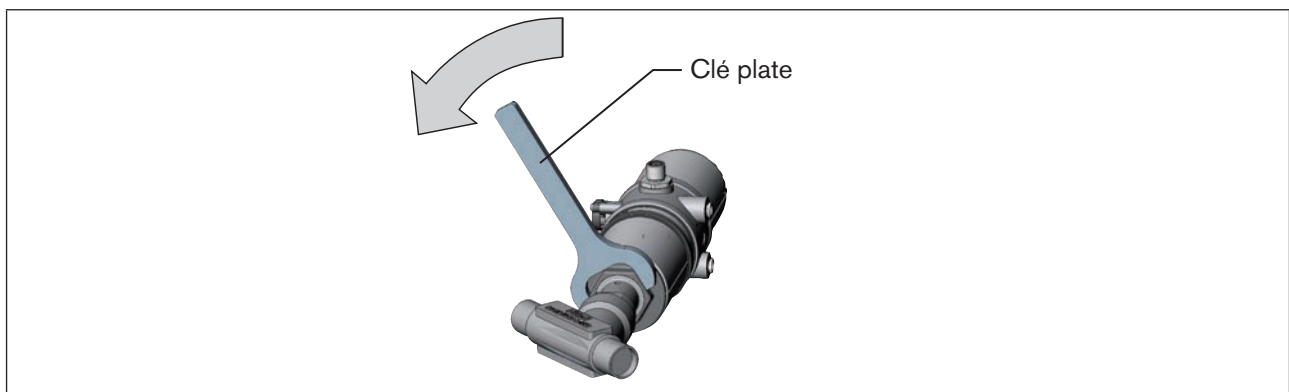

Figure 17 : Tourner avec une clé plate
- ▶ Tournez le module actionneur uniquement dans le sens contraire des aiguilles d'une montre (voir « Figure 17 »)